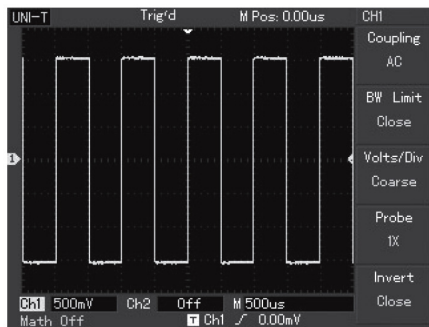

Рисунок 1-7 Сигнал компенсации щупа.
3) Подсоедините кончик щупа и зажим заземления к соответствующим выводам сигнала компенсации щупов. Нажмите кнопку [AUTO] и через несколько секунд вы увидите на дисплее прямоугольный сигнал на частоте 1 кГц с амплитудой около 3В (см. Рисунок 1-7). Повторите эти шаги для проверки второго канала (CH2). Для отключения первого канала нажмите функциональную кнопку [OFF], а затем нажмите функциональную кнопку [CH2] для включения второго канала. Повторите шаги 2) и 3).